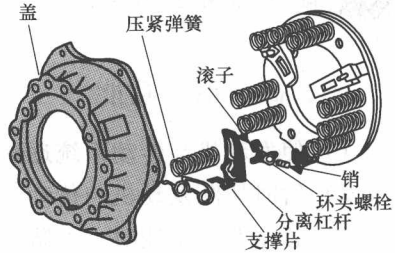

图 1-29 周布弹簧式离合器
2) 压紧装置。周布弹簧式离合器的压紧装置由若干根螺旋压紧弹簧组成, 压紧弹簧沿压盘周向对称布置, 装在压盘与离合器盖之间, 如图 1-29 所示。